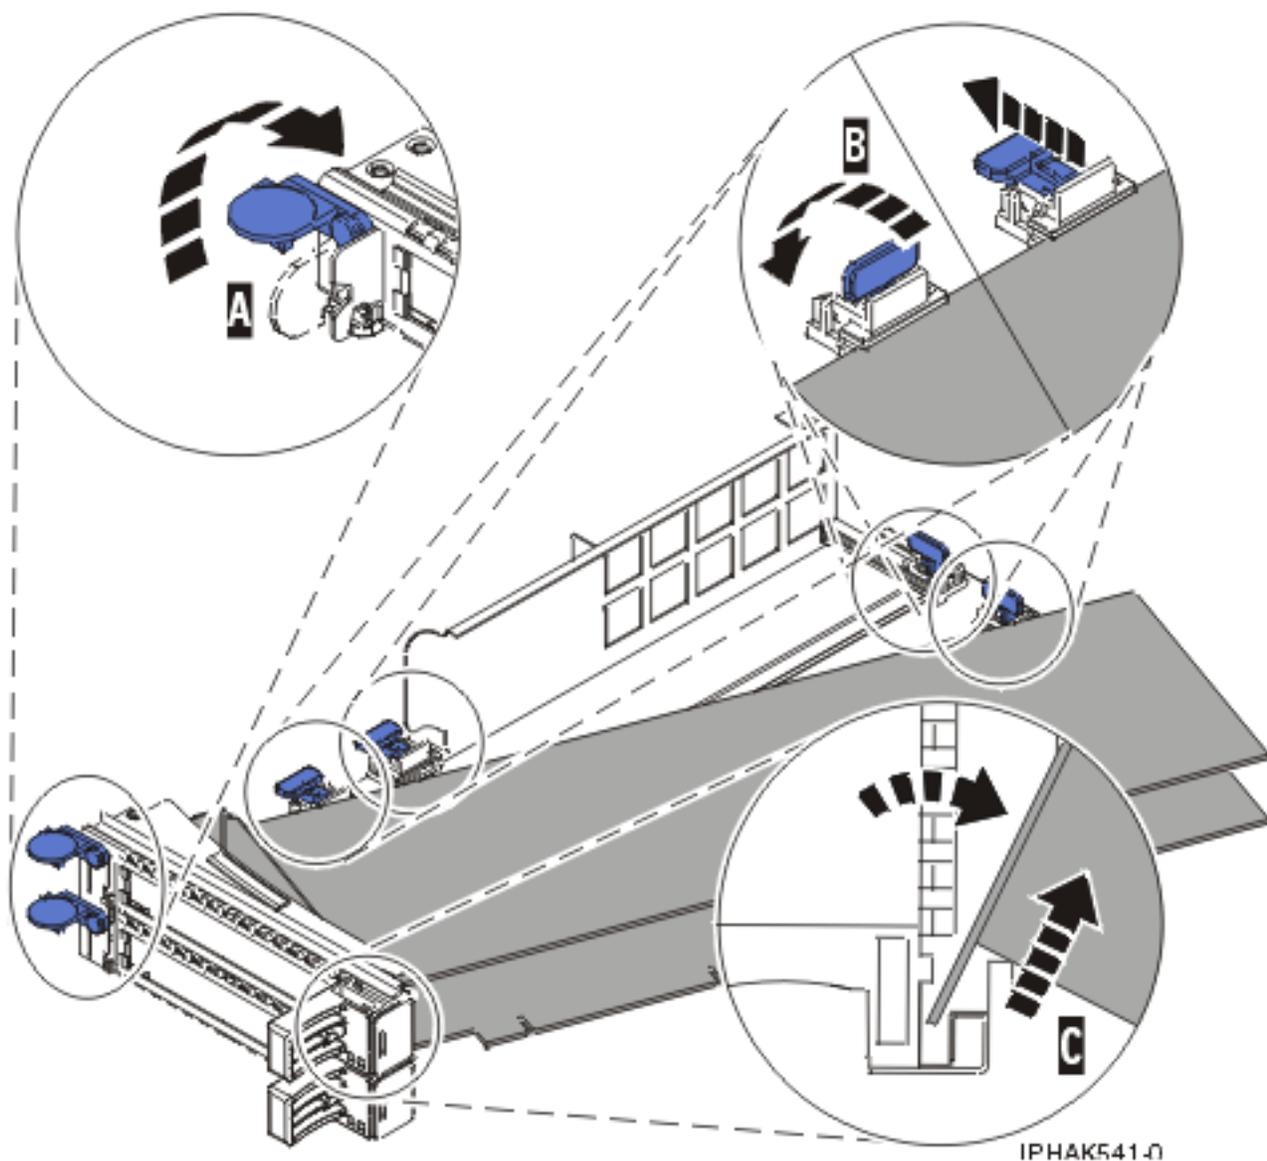

Figure 77. Retrait de l'adaptateur de la cassette d'adaptateurs PCI
- a. Déverrouillez les crochets de retenue de l'adaptateur en faisant tourner l'étrier de retenue (**A**) pour le mettre en position horizontale. Pour plus d'informations, voir figure 77, à la page 164.